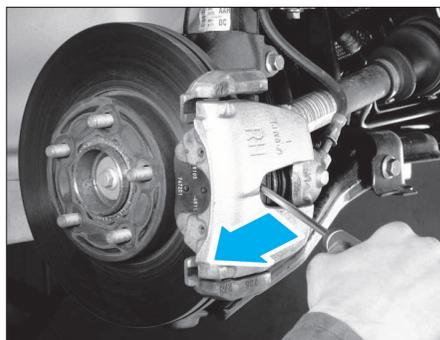

FIG. 6
- Glisser un tournevis entre le disque et l'étrier et faire progressivement levier pour créer un léger jeu entre les plaquettes et le disque (Fig.6).